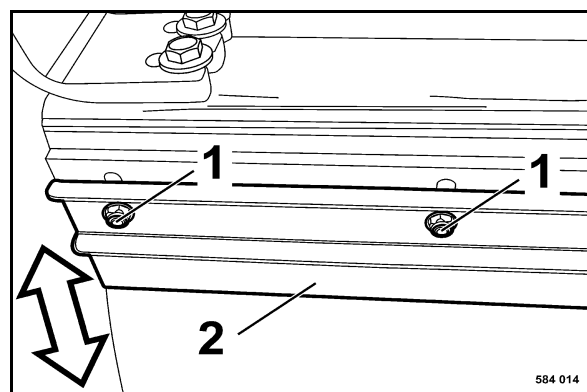

Fig. 193
- Pour régler les racleurs 2 (Fig. 193), desserrer les vis de fixation (1) aux trous oblongs et pousser le racleur jusqu'en butée du bandage.